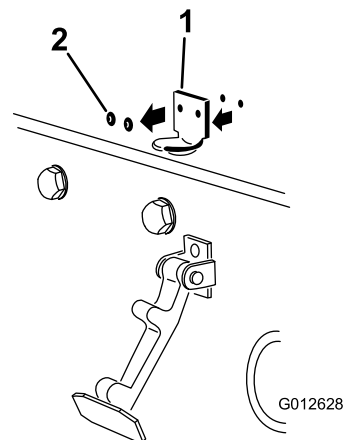

Рисунок 6
2. Извлеките 2 заклепки, которые крепят кронштейн защелки капота к капоту (Рисунок 6). Снимите кронштейн защелки капота с капота.